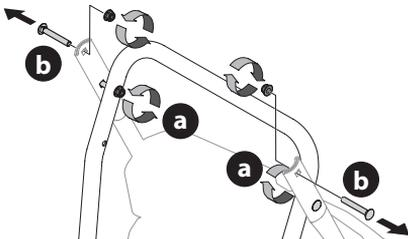
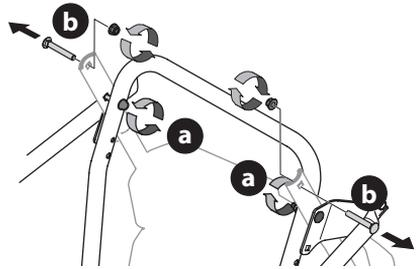

Figure 1
Figure 2
2. Selon le modèle, desserrez les deux écrous supérieurs (a) qui fixent la poignée supérieure et la poignée inférieure, puis retirez les deux boulons de carrosserie (b) de la poignée supérieure. Mettez les pièces de côté. Voir Figure 1 ou Figure 2 selon les supports latéraux de votre modèle.